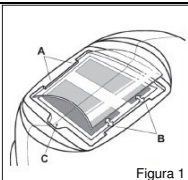

Figura 1
Substituição da lente de protecção dianteira: substitua a lente de protecção dianteira se estiver danificada (fissuras, sujidade ou picadas). Insira um dedo na reentrância (C) da extremidade inferior da lente de protecção e pressione a lente para cima até esta se libertar das bordas com as indicações A e B. (Ver a figura 1).